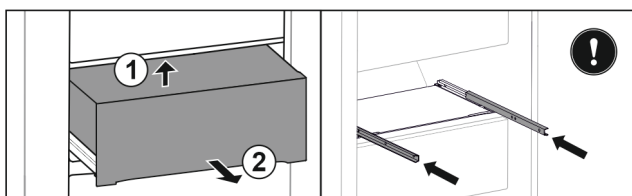

Fig. 124
- ▶ Приподнимите выдвижной ящик сзади снизу. Fig. 124 (1)
- ▶ Извлеките выдвижной ящик движением вперед. Fig. 124 (2)